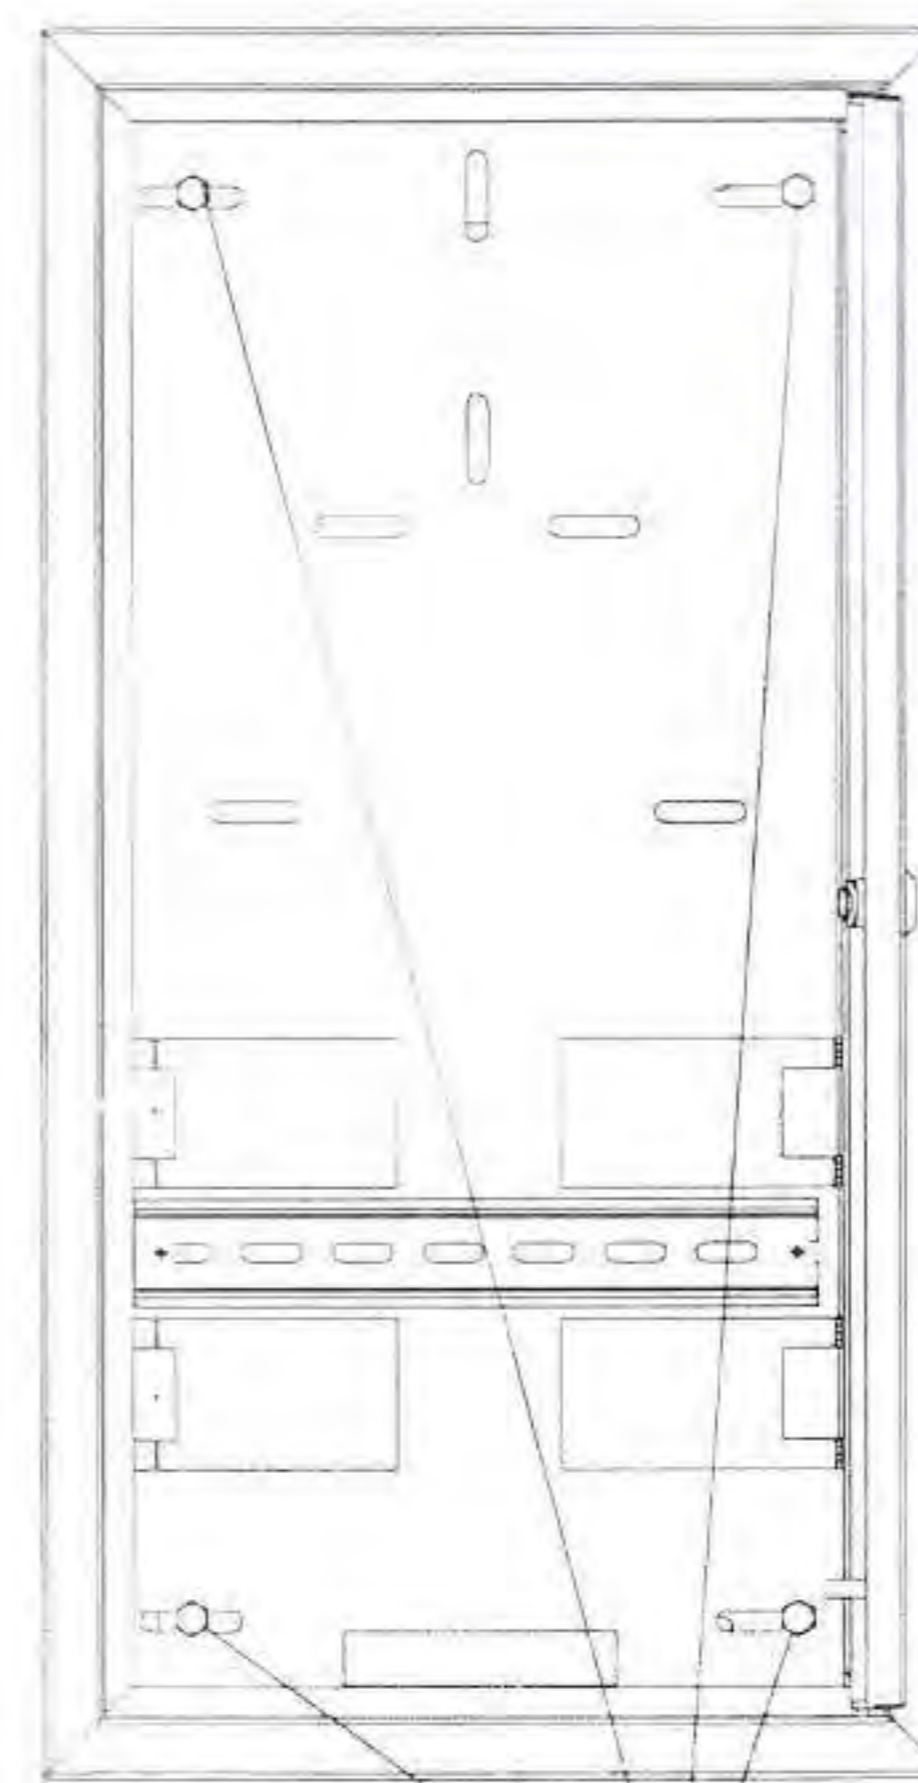

Рисунок 6
- 5.4 Открутите четыре гайки М6 с фланцем и снимите их со шпилек (рисунок 6). Гайки с фланцем сохраните.